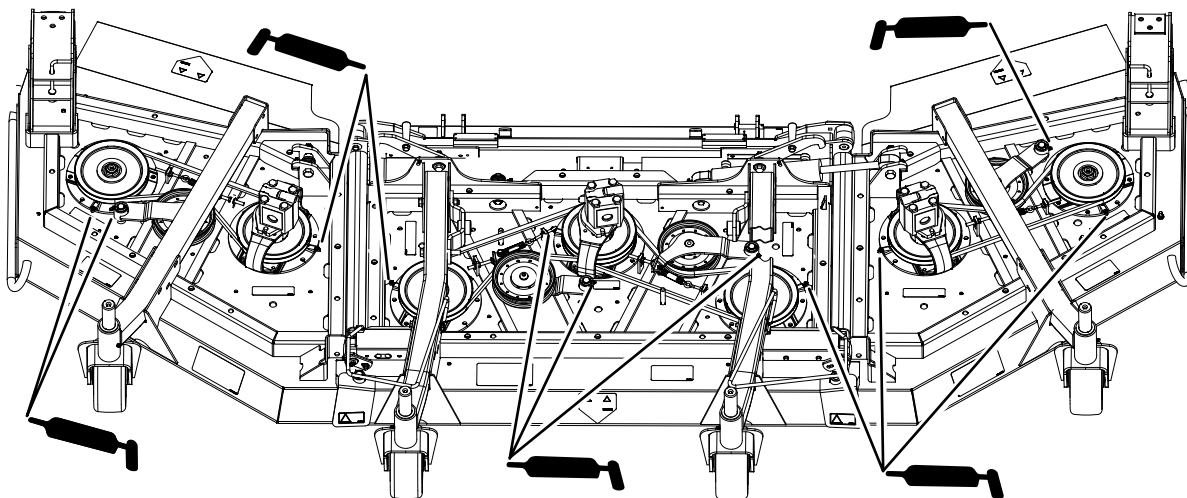

Рисунок 83
- Подшипники валов шпинделей (3 шт.), расположенные под шкивом (Рисунок 83)
- Втулки осей поворота рычагов натяжных роликов (2 шт.) (Рисунок 83)